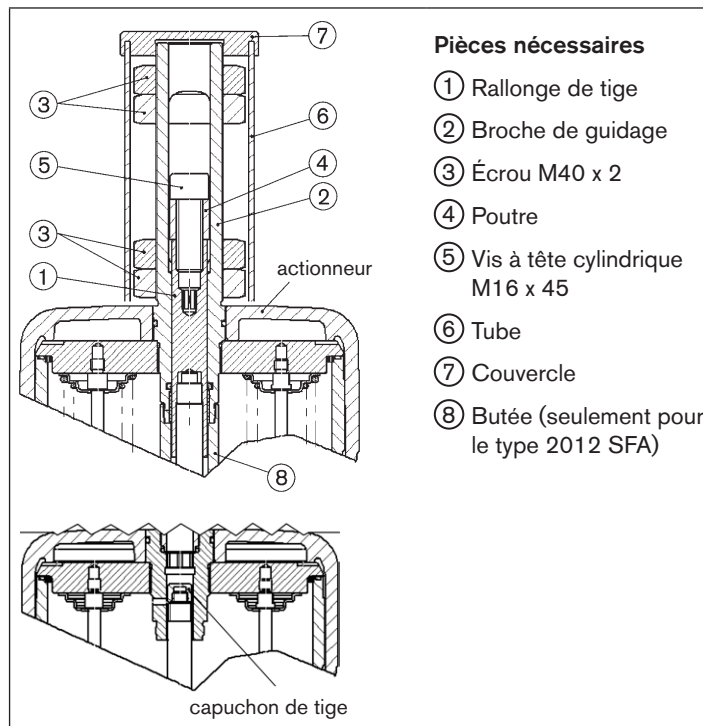

Fig. 8 : Taille d'actionneur 175, 225 (Ø en mm); limitation de course min./max. avec indicateur optique de position
- Dévisser à la main l'indicateur de position/capuchon de tige (capuchon de vis jaune, voir « Fig. 8 »).
- Légèrement graisser la rallonge de tige ① (Silikonfett OKS 1110).
- Visser la rallonge de tige ① (avec clé à six pans creux Clé de 8) sur la tige d'actionneur (M16 x 1,5) et bloquer avec du Loctite 274.
- Mettre en place la broche de guidage ② par-dessus la rallonge de tige ①.